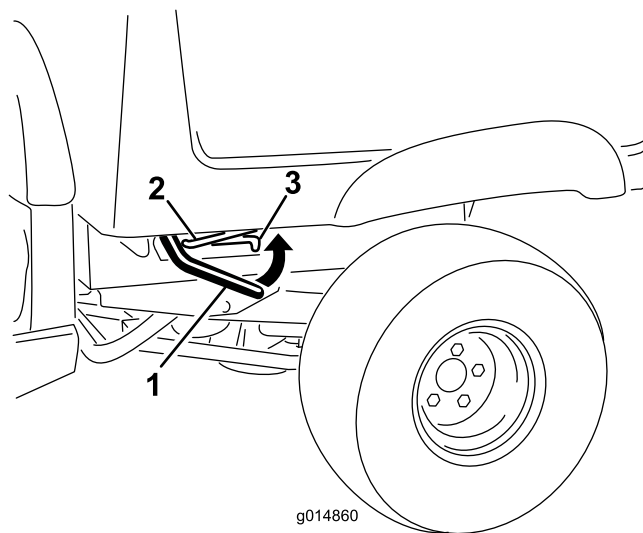

図 1
2. 荷台の右側または左側でレバーを引き上げ、荷台を持ち上げる(図 1)
3. プロップロッドを固定スロットにはめ込んで荷台を固定する(図 1)。